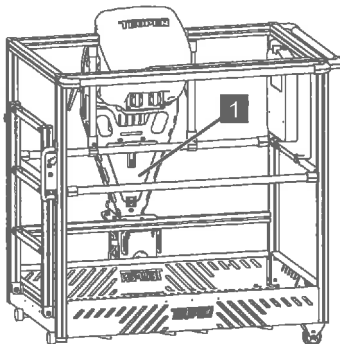

Abb. 203
3. Klappe (Abb.203/1) an der Steuereinheit öffnen.